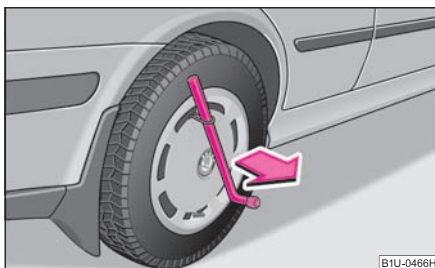

Fig. 160 Desmontar el tapacubos integral
- Introduzca la llave de rueda* a través del estribo, apoye dicha llave en el neumático y retire el tapacubos ⇒ fig. 160.